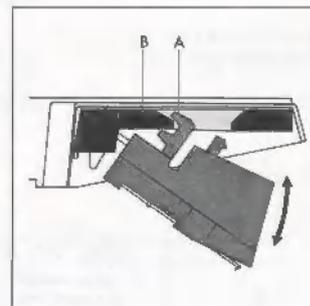

Fig. 3
Coja la cápsula con los dedos pulgare indice de la mano derecha, incline aquella diagonalmente e introduzcala en el cabezal del brazo fonocaptor de tal forma, que los nervios-guia (A) de la celula encajen totalmente con las entalladuras del cabezal (B) previstas a efecto. A continuación, presione la celula hacia atrás y ligeramente hacia arriba, hasta que quede fijada (Fig. 3). El nuevo sistema de anclaje entre cápsula y brazo hace innecesario el uso de tornillos, separadores y tuercas en el montaje. Y, lo más importante: al fijar el fonocaptor en el portacápsulas se ajusta automáticamente el lugar geométrico ideal de la aguja.